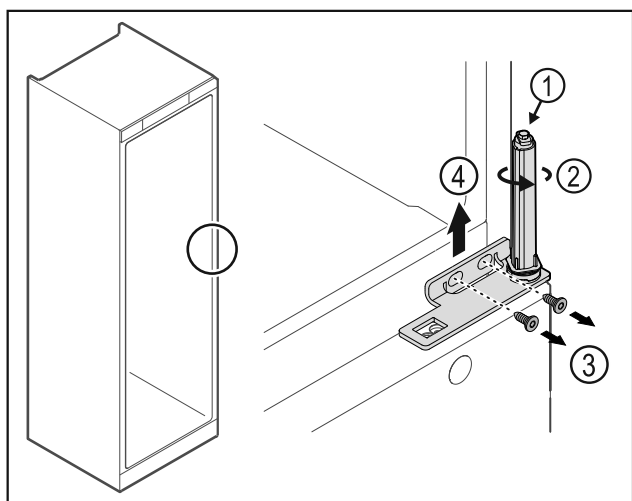

Fig. 27
- ▶ Ne rastavljajte sustav zatvaranja vrata Fig. 27 (1).
- ▶ Okrećite sustav zatvaranja Fig. 27 (2) dok ne klikne.
- ▶ Otpustite vijke Fig. 27 (3), skinite kutne šarke Fig. 27 (4) prema gore.